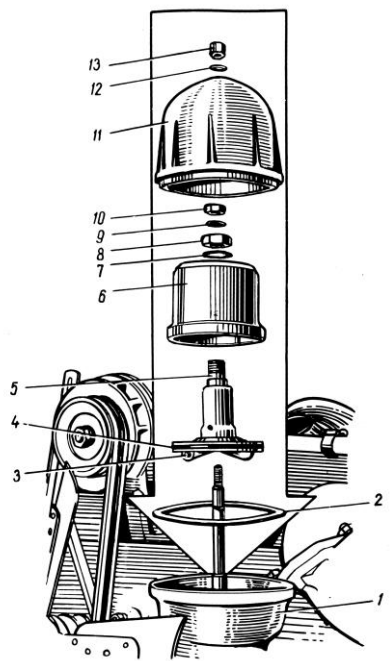

Рис. 70. Фильтр центробежной очистки масла:
- 2 Отвернуть гайку крепления ротора; снять ротор с упорной шайбой 9 (рис. 70).